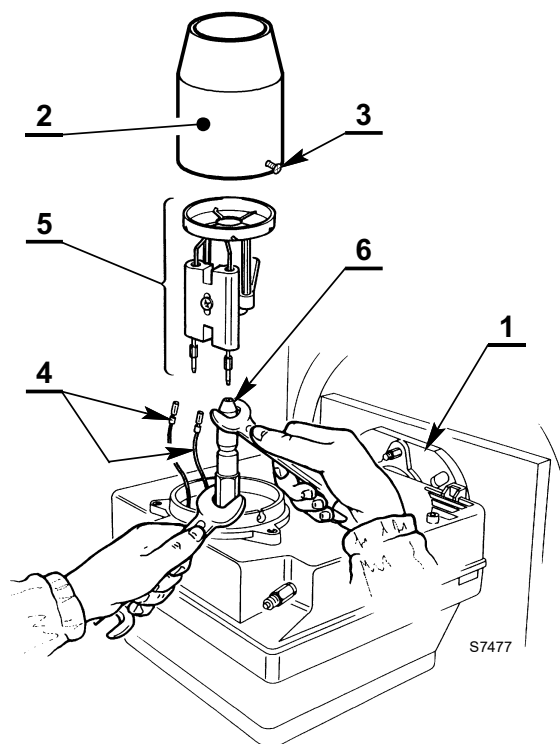
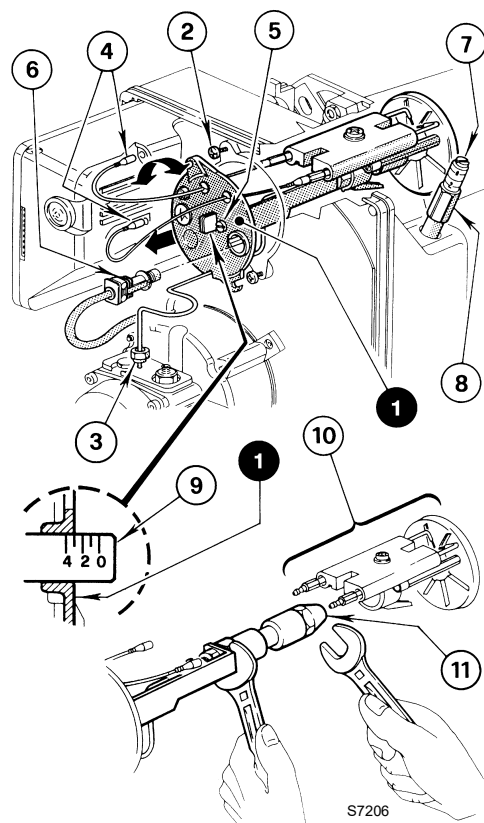
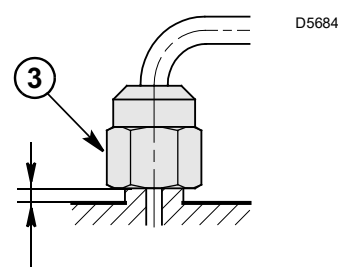
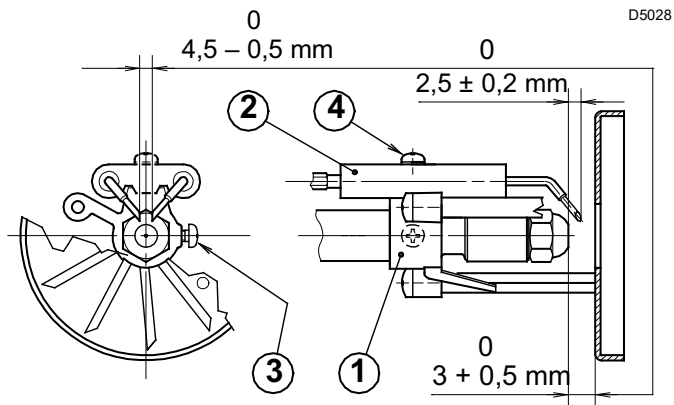

Fig. 12
Fig. 13
Fig. 14
Fig. 15
- Accrocher le brûleur à la bride (1), enlever le gueulard (2) après avoir desserré les vis (3).
- Débrancher les câbles (4) des électrodes, enlever de la ligne porte gicleur le support de l'accroche flamme (5) après avoir desserré la vis (3).
- **Visser correctement le gicleur (6) en le serrant comme indiqué en Fig. 12.**
- Enlever la ligne porte gicleur (1) après avoir desserré les vis (2), dévissé l'écrou (3), débranché les câbles (4) de la boîte de contrôle et le capteur flamme (6).
- Débrancher les câbles (4) des électrodes, enlever de la ligne porte-gicleur (1) le support de l'accroche-flamme (10) après avoir desserré la vis (3).
- **Visser correctement le gicleur (11) en le serrant comme indiqué en Fig. 13.**
Au moment de remonter le groupe porte-gicleur (1, Fig. 13), **visser l'écrou (3) sans le mettre contre** avec un couple de serrage de 15 Nm, comme indiqué sur la Fig. 14.
- Procéder comme suit pour régler le volet d'air (Fig. 13, à la page 9):
- Desserrer l'écrou (8) et régler le volet en agissant sur la vis (7).
- Revisser l'écrou (8) quand le réglage est terminé.
- Changer le gicleur, (Fig. 12, à la page 9) et contrôler si les électrodes sont placées correctement (Fig. 15, à la page 10).